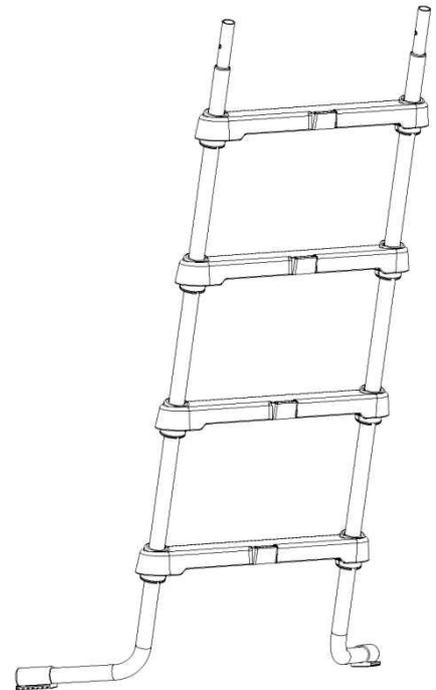

Fig. 3
4. Glisser une marche (42) sur les deux pieds. Assurez-vous que le côté de la marche marquée "R" est bien sur le pied droit. Faites glisser la marche jusqu'à ce que les bagues pour les marches de l'échelle (44) s'insèrent dans le dessous de la marche et que les arêtes à l'intérieur de la bague se bloquent à la bonne place. Les clips de fixation doivent rester dans la partie échancrée du pied de l'échelle pendant que vous appuyez sur les marches. (Voir Fig 3).
10. Mettez les deux pieds de l'échelle dans la position « debout », la base des pieds faisant face à l'extérieur, comme le montre la Figure 3. Placez les poignées de l'échelle, avec les attaches des poignées à l'extérieur de l'échelle, en haut de chaque pied de l'échelle.